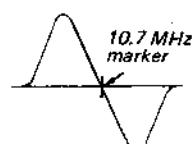

Fig. 3-5. "S" curve
3. Den Kern des Ratio-Filters (IFT F5) so justieren, daß die Kurve die Form (wie in Fig. 3-5) aufweist.